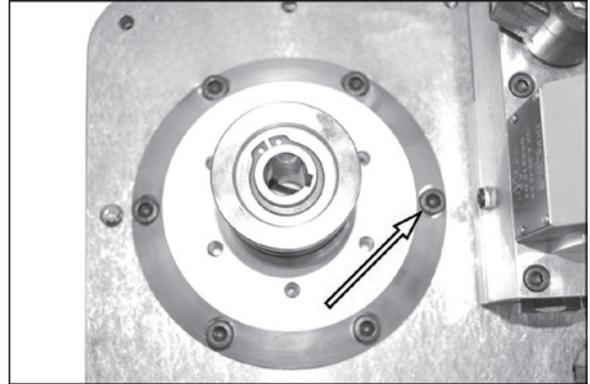

Figure 33.
2. Voir Figure 33. Enlevez les six boulons de l'adaptateur et l'adaptateur.